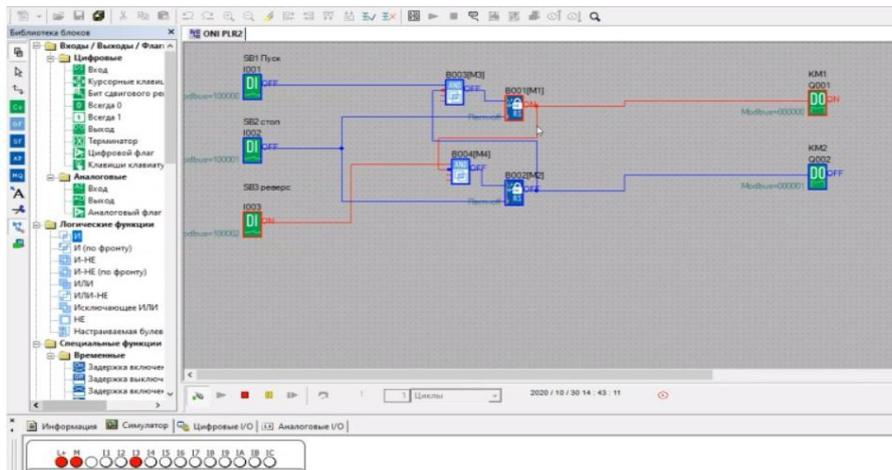

Рисунок 10 – Иммитация работы кнопки «Стоп»
3. Сбрасываем сигнал нажатием на элемент, отвечающий за кнопку «Стоп» (рис. 10).